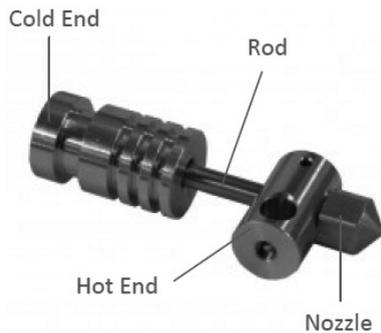

图 3-61 将 608 轴承装入 Extruder Idler 中
(5) 确认喷嘴组件已经组装无误（因为是购买的现成品，所以一般都已经组装好），具体的装配可参考如图 3-61 所示。